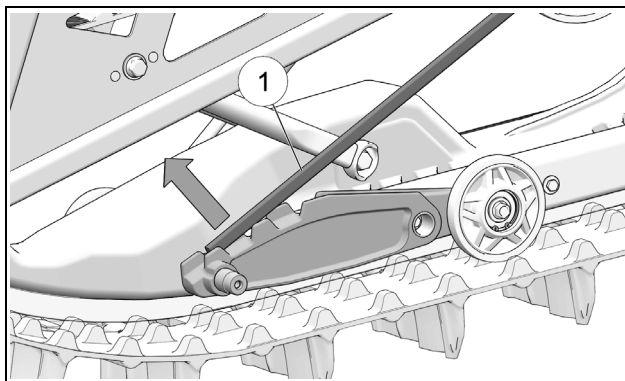

Figure 11
- À l'aide d'un outil approprié, retirer l'extrémité de la tige du ressort (1) de son logement et relâcher la tension du ressort. Figure 11.